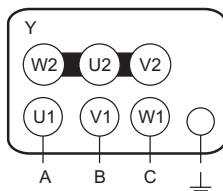

Рисунок 3
12.2 Вентиляторы с двигателями на номинальное напряжение Δ/Y 380/660В допускаются также подключать к трехфазной сети с переменным напряжением 660В, предварительно переключив схему соединения обмоток двигателя в звезду Y 660В (см. рисунок 3), в противном случае двигатель может выйти из строя.